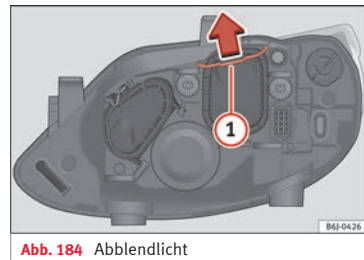

Abb. 184 Abblendlicht
- Verschieben Sie die Strebe **» Abb. 184 ①** in Pfeilrichtung und nehmen Sie den Deckel ab.